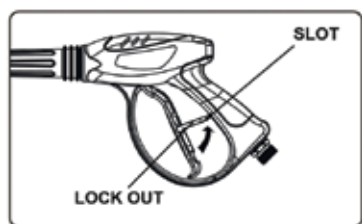

Fig. 14
**Uso della pistola a spruzzo (vedere Fig. 14 - 15)**